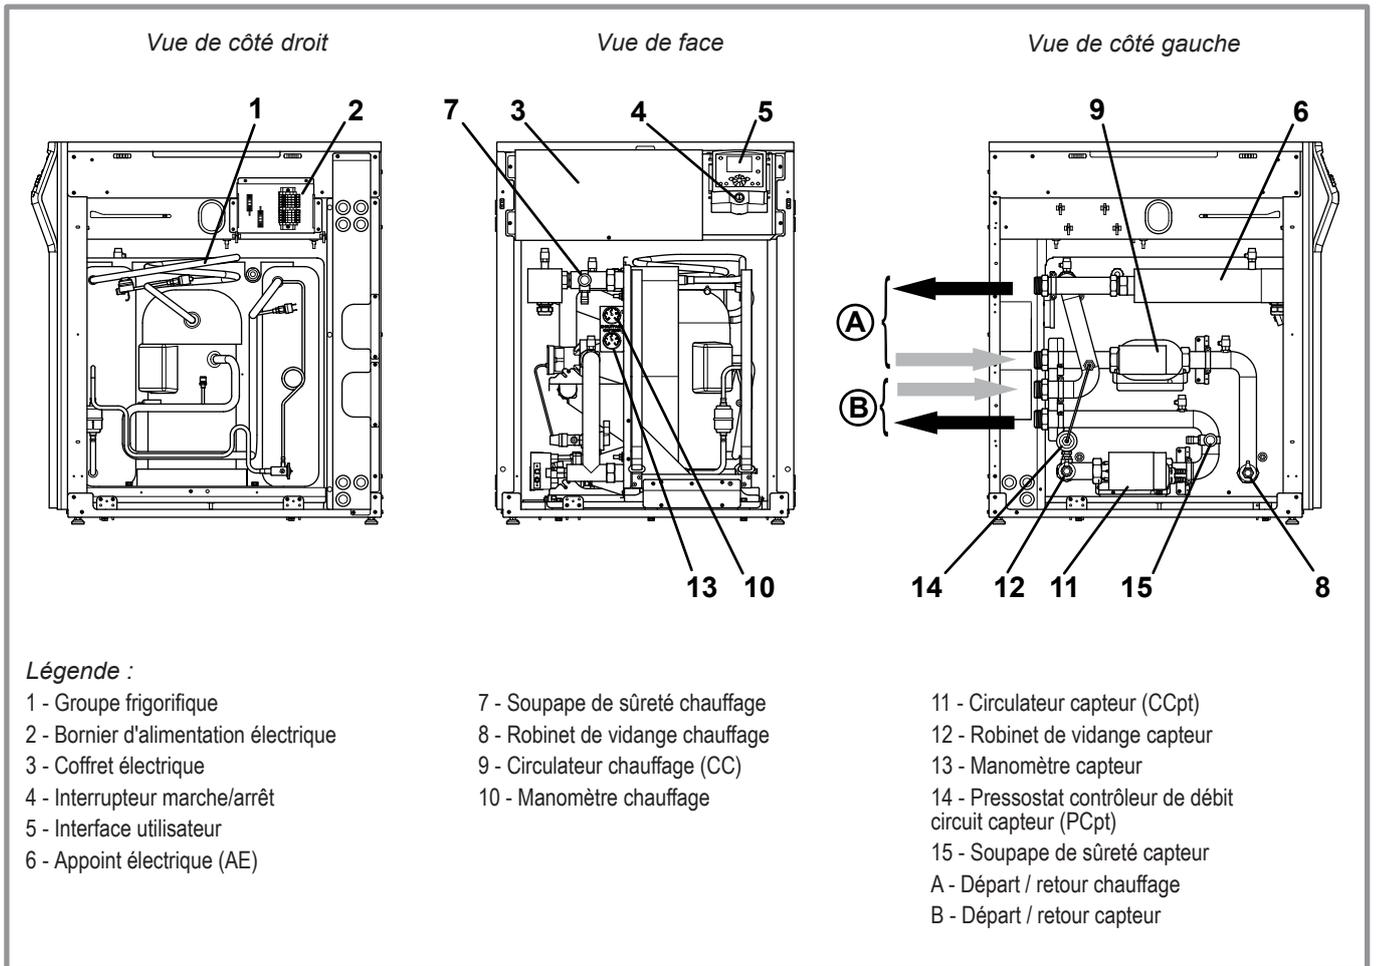

figure 4 - Organes de la pompe à chaleur
- La pompe à chaleur géothermique est constituée d'un groupe frigorifique (repère **1**, figure 4, page 7) :